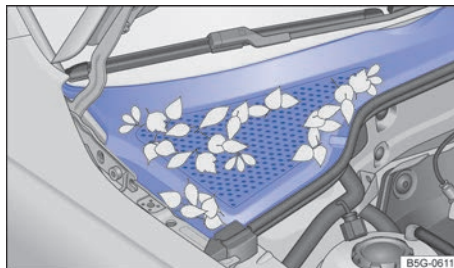

Fig. 198 Entre o compartimento do motor e o para-brisa: caixa de água (representação esquemática).
- A caixa coletora de água está localizada no compartimento do motor, entre o para-brisa e o motor e sob uma cobertura perfurada → Fig. 198. O ar ambiente é sugado da caixa coletora de água para o interior do veículo por meio do sistema de aquecimento e ventilação ou do ar-condicionado.